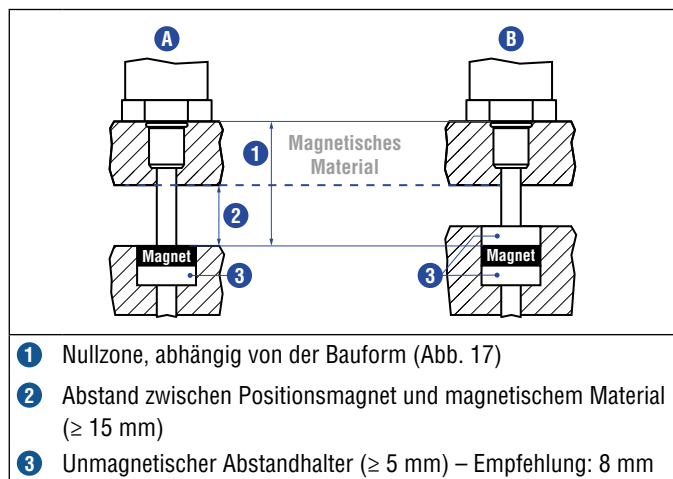

Abb. 15: Einbau mit magnetischem Material
- Der minimale Abstand zwischen Positionsmagnet und magnetischem Material beträgt 15 mm (Abb. 15).
- Beachten Sie die Maße in Abb. 15 bei der Nutzung von magnetischem Material.
Bei der Verwendung von magnetischem Material die in Abb. 15 dargestellten Maße unbedingt beachten.